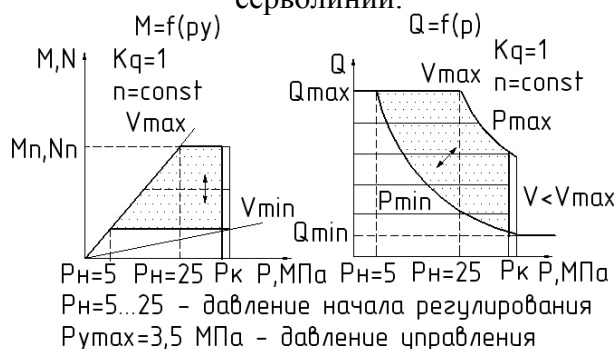

Рисунок 24 – График зависимости крутящего момента  $M$ , потребляемой мощности  $N$  и подачи  $Q$  от изменения давления  $p$ .
- Пока LS распределитель закрыт, насос находится на минимальном рабочем объеме  $V_{min}$ , обеспечивая минимальную подачу  $Q_{min}$ , достаточную для поддержания давления в гидросистеме  $P = 2 \text{ МПа}$  (рисунок 24).